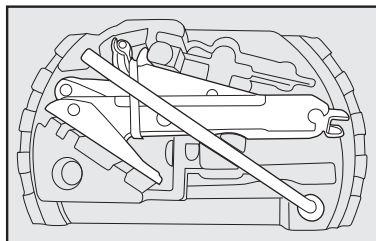

fig. 12
14) Colocar o macaco no suporte das ferramentas **fig. 12**, encaixando de modo a evitar vibrações, ou que se solte durante a marcha;